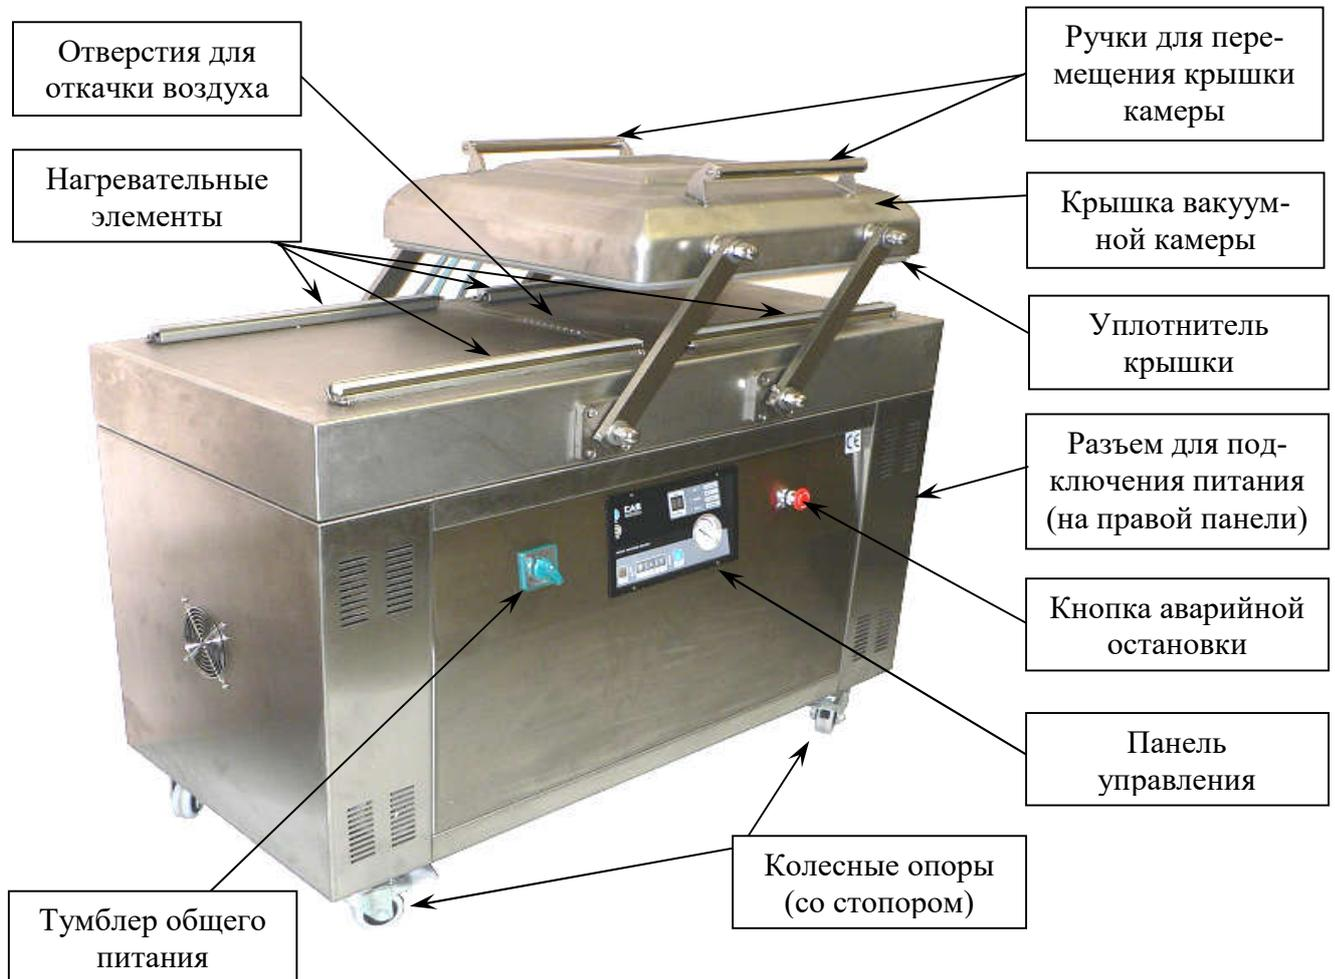

Рисунок 3.1 - Общий вид и обозначение основных элементов
- Подключить кабель электропитания в розетку с соответствующим напряжением и включить тумблер общего питания, расположенный на лицевой стороне вакуумного упаковщика (см. рисунок 3.1).